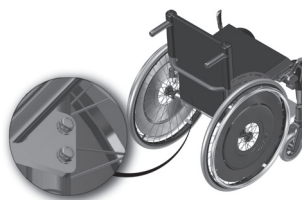

Figura 4.2- Indicação dos parafusos que prendem o eixo de cambagem
b. Abra os dois parafusos (indicados na figura 4.2) que prendem o eixo de cambagem (dois por lado). Use duas chaves de boca número 10, gire no sentido anti-horário.